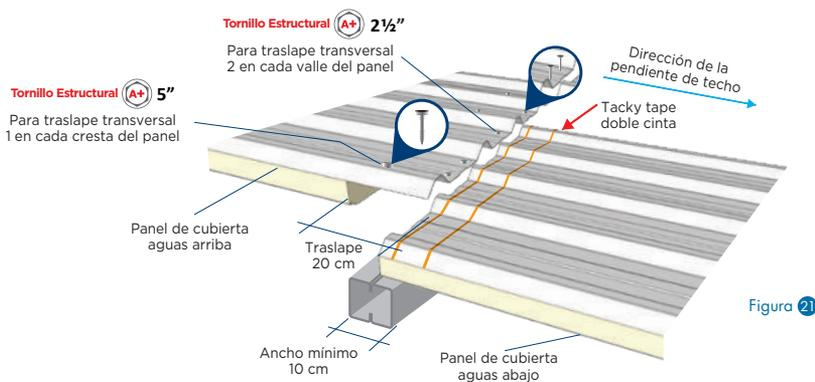

Figura 21
- El apoyo del traslape transversal en la estructura de soporte de techo debe tener un ancho mínimo de 10 cm (4"), apoyando los extremos de cada panel en un ancho mínimo de 5 cm ó 2" (Ver Figura 21).
- Para mayor calidad en el sello de traslape transversal entre paneles y prevenir filtraciones, aplique 2 cordones de sellador en cinta Tacky Tape dentro de zona de traslape transversal, aplicados sobre el panel aguas abajo del techo a traslapar (ver Figura 21)